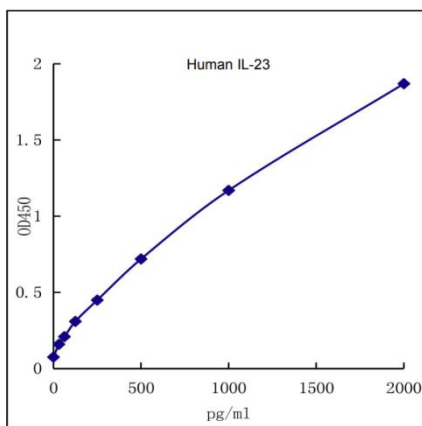

图7. 典型人IL-23ELISA的标准曲线
- 典型的标准曲线如图7所示。因操作条件的不同, 每次进行实验时, 应当重新绘制标准曲线。确保结果准确。